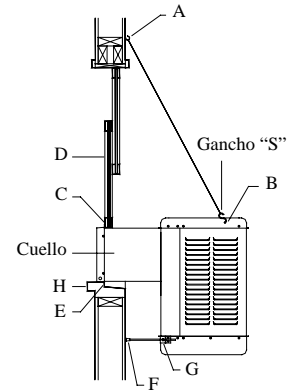

Fig. 2
Ponga los dos ganchos para la cadena arriba del cuello del enfriador, separados por una distancia equivalente al ancho de la unidad (A-fig. 2). Enganche una cadena en cada gancho y luego enganche un gancho “S” en cada cadena. **NOTA:** Los ganchos que vienen con ésta unidad tienen rosca de tornillo para madera y son para uso en paredes de madera. Las paredes de concreto o ladrillo requieren el uso de tuercas mariposas de suficiente fuerza o anclas con ganchos de acoplamiento.
- Coloque el enfriador en la ventana. Coloque el cuello del enfriador dentro de la ventana para que la parte inferior de la pestaña del cuello se asiente en la repisa de la ventana y la pestaña (E-fig. 2) se ajuste contra el borde de la repisa (H-fig. 2). Con el enfriador situado en la ventana, enganche los ganchos “S” en los agujeros encontrado en la esquina trasera superior de la unidad (B-fig. 2).
- Coloque la ventana detrás de la guarda de retención. Levante la parte trasera del enfriador para que la ventana (D-fig. 2) pueda bajarse y quedar detrás de la parte superior de la guarda de retención (C-fig. 2).
- **Ajuste las patas.** Saque las patas (F-fig. 2) para que los topes de hule descansen contra el costado de la pared. Apriete el tornillo del collar (G-fig. 2).